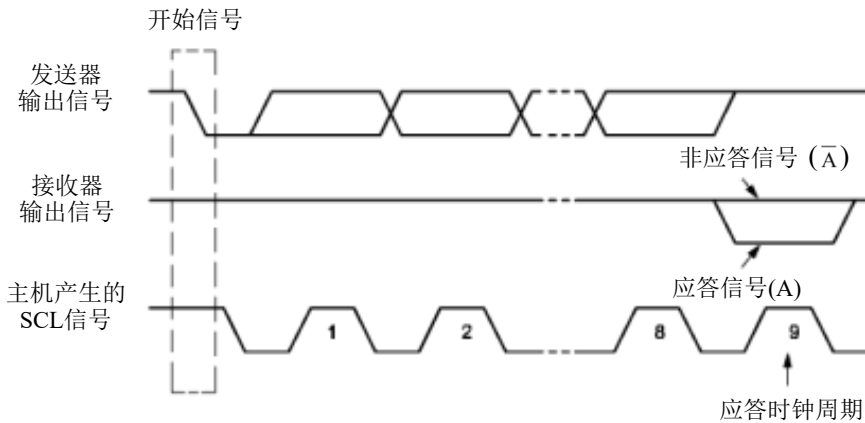

Figure 16-5 IIC 总线的应答信号
重新开始信号 (Repeated START): 在 IIC 总线上，由主机发送一个开始信号启动一次通信后，在首次发送停止信号之前，主机通过发送重新开始信号，可以转换与当前从机的通信模式，或是切换到与另一个从机通信。如 Figure16-5 所示，当 SCL 为高电平时，SDA 由高电平向低电平跳变，产生重新开始信号，它的本质就是一个开始信号。
应答信号 (A): 接收数据的 IIC 在接收到 8 位数据后，向发送数据的 IC 发出的特定的低电平脉冲。每一个数据字节后面都要跟一位应答信号，表示已收到数据。应答信号在第 9 个时钟周期出现，这时发送器必须在这一时钟位上释放数据线，由接收设备拉低 SDA 电平来产生应答信号，由接收设备保持 SDA 的高电平来产生非应答信号 (\bar{A})，如 Figure16-5 所示。所以，一个完整的字节数据传输需要 9 个时钟脉冲。如果从机作为接收方向主机发送非应答信号，这样，主机方就认为此次数据传输失败；如果是主机作为接收方，在从机发送器发送完一个字节数据后，发送了非应答信号，从机就认为数据传输结束，并释放 SDA 线。不论是以上哪种情况都会终止数据传输，这时，主机或是产生停止信号释放总线，或是产生重新开始信号，开始一次新的通信。开始信号、重新开始信号和停止信号都是由主控制器产生，应答信号由接收器产生，总线上带有 IIC 总线接口的器件很容易检测到这些信号。